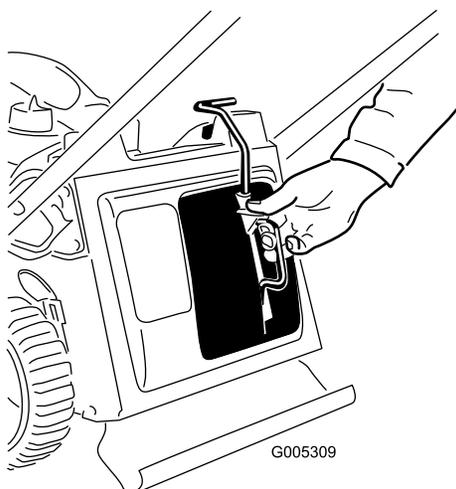

Figura 29
3. Montate il tappo mulching (Figura 29).